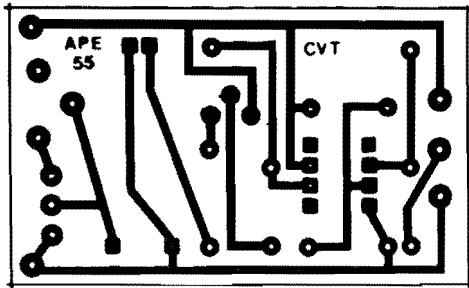

Fig.3
- FIG. 3 - LAY OUT DO CIRCUITO IMPRESSO ESPECÍFICO - Mesmo considerando a presença um tanto "trambolhuda" do acoplador óptico (lâmpada e LDR obrigatoriamente se confrontando e isolados do ambiente...) sobre a placa, esta ainda ficou razoavelmente pequena, e de desenho simples nas suas áreas cobreadas (ilhas e pistas...). Nenhuma recomendação extra... Apenas os cuidados de sempre, uma boa verificação ao final (com eventual eliminação de defeitos antes de se começar as soldagens...) e a observação das INSTRUÇÕES GERAIS PARA AS MONTAGENS, são tudo o que o Leitor/Hobbysta precisa para bem aproveitar as inerentes vantagens dessa técnica de montagem... Lembramos apenas que a presença do